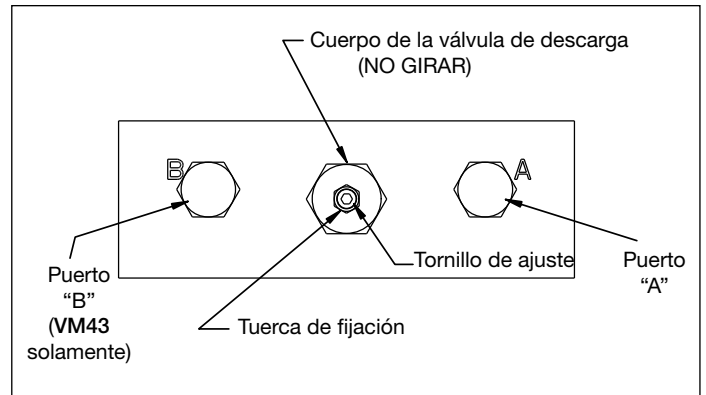

Figura 12, Válvulas de descarga – VM33M y VM43M
1. Instalar un manómetro de 0-1.035 bar (0-15.000 psi) en la toma "A" (véase figura 12).